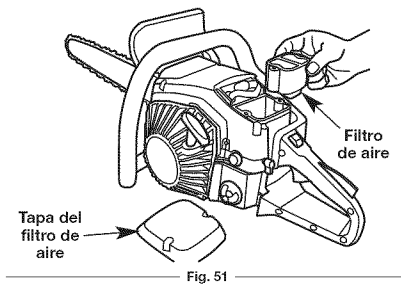

Fig. 51
1. Quite la tapa del filtro de aire aflojando los tornillos de retención de la tapa (Fig. 51). La tapa se levantará.